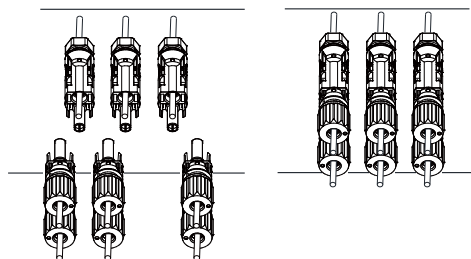

Bild 6.6 DC-Eingangsanschluss
d) Stecken Sie schließlich die PV-Steckerverbinder in den positiven und negativen PV-Eingang des Wechselrichters, wie im Bild 6.6 gezeigt.